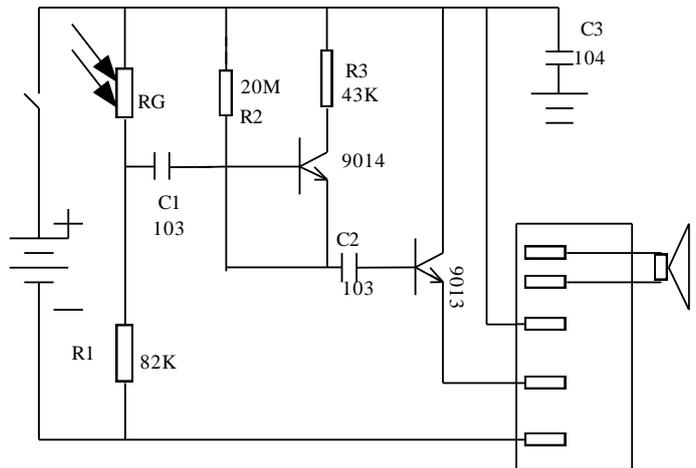

图 15-1 迎宾器电路
**二、工作原理** 迎宾器电路如图 15-1 所示，电路采用电池供电，通电后系统进入低功耗等